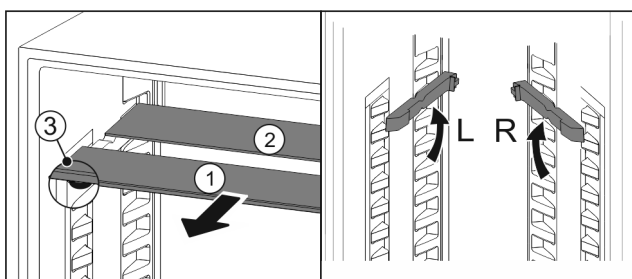

Fig. 115
- Skleněné desky jednotlivě vytáhněte dopředu Fig. 115 (1).
- Skleněná deska Fig. 115 (1) s ozdobnou lištou leží vpředu.
- Zarážky Fig. 115 (3) směřují dolů.